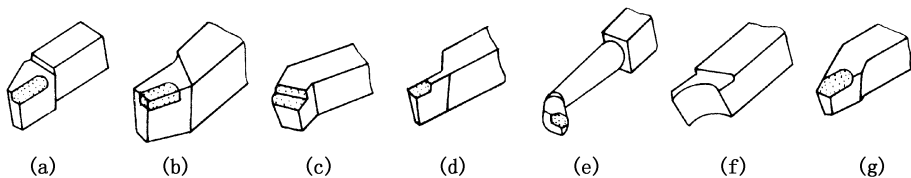

图2-12 常用车刀
(1) 车刀种类。按不同的用途可将车刀分为外圆车刀、端面车刀、切断刀、内孔车刀、成形刀和螺纹车刀等(图2-12)。